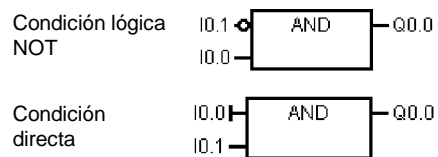

Figura 5-5 Convenciones FUP
- Símbolo de negación: La condición lógica NOT (la condición invertida) del operando o la corriente se representa mediante un círculo pequeño en la entrada. En la figura 5-5, Q0.0 es igual al NOT de I0.0 AND I0.1. Los símbolos de negación sólo son aplicables a las señales booleanas, que se pueden especificar en forma de parámetros o circulación de corriente.
- Indicadores directos: Como muestra la figura 5-5, el editor FUP visualiza una condición directa de un operando booleano mediante una línea vertical en la entrada de una operación FUP. El indicador directo causa una lectura directa de la entrada física indicada. Los indicadores directos sólo son aplicables a las entradas físicas.